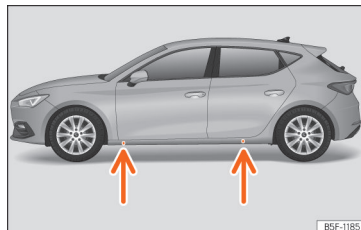

Abb. 45 Aufnahmepunkte für den Wagenheber.
• Suchen Sie am Längsträger die Markierung des Aufnahmepunktes für den Wagenheber (Eindrückung), die dem zu wechselnden Rad am nächsten liegt »» **Abb. 45.**
• Drehen Sie die Kurbel des unter dem Aufnahmepunkt des Längsträgers befindlichen Wagenhebers*, bis sich die Nase ①